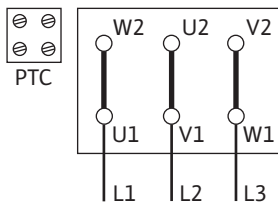

Fig. 12: Połączenie Δ
- Napięcie zasilania jest zależne od mocy silnika P2, od napięcia sieciowego i od sposobu załączania. Wymagane podłączenie mostków w skrzynce zaciskowej zamieszczono w następującej tabeli lub Fig. 12 i 13.